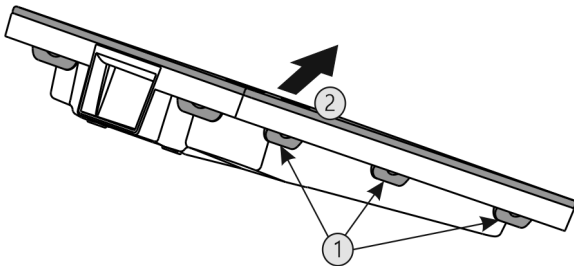

Fig. 38
- ▶ Postupne stlačte všetky spony Fig. 38 (1) a odoberte kryt Fig. 38 (2).